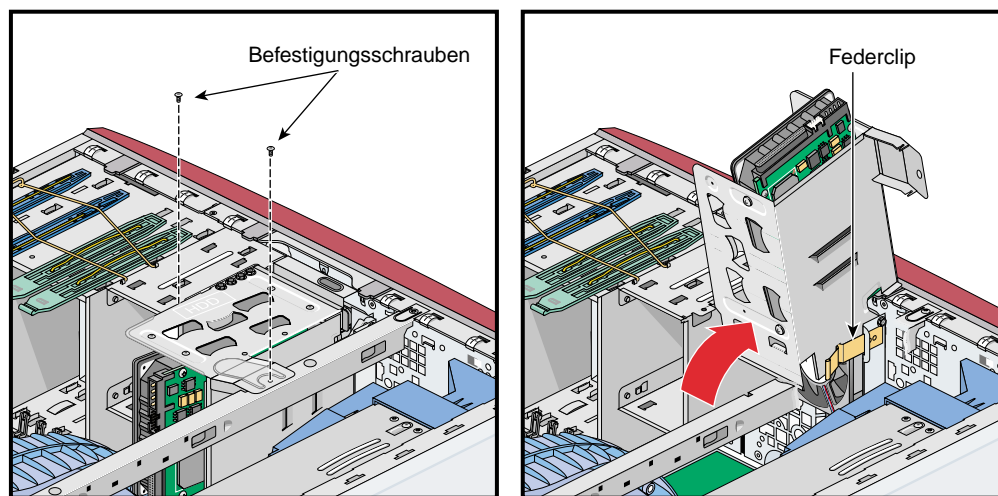

Abbildung 4-42 Öffnen des unteren Laufwerk-Einbaurahmens
3. Lösen Sie die beiden Schrauben, mit denen der untere Laufwerk-Einbaurahmen am Gehäuse befestigt ist. Klappen Sie den Laufwerk-Einbaurahmen anschließend nach oben und aus dem Gehäuse, bis er einrastet. Siehe Abbildung 4-42.